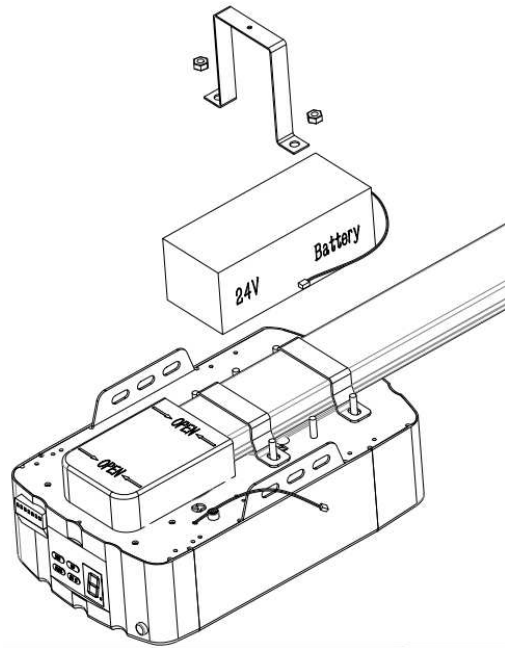

Bild 15
Schritt 1 (Bild15)
Setzen Sie die Batterie und den Batteriehalter wie auf Bild 15 gezeigt auf die Oberseite der Antriebsschiene